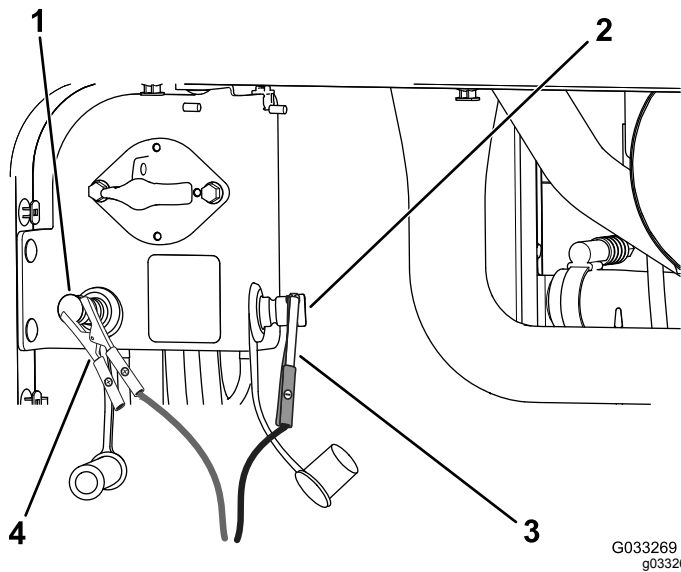

Рисунок 105
штырю запуска от внешнего источника (Рисунок 105).
5. Подсоедините отрицательный провод зарядного устройства к отрицательному штырю запуска от внешнего источника (Рисунок 105).
7. После полной зарядки аккумуляторных батарей отсоедините зарядное устройство от источника электропитания, затем отсоедините провода зарядного устройства от штырей запуска от внешнего источника (Рисунок 105).